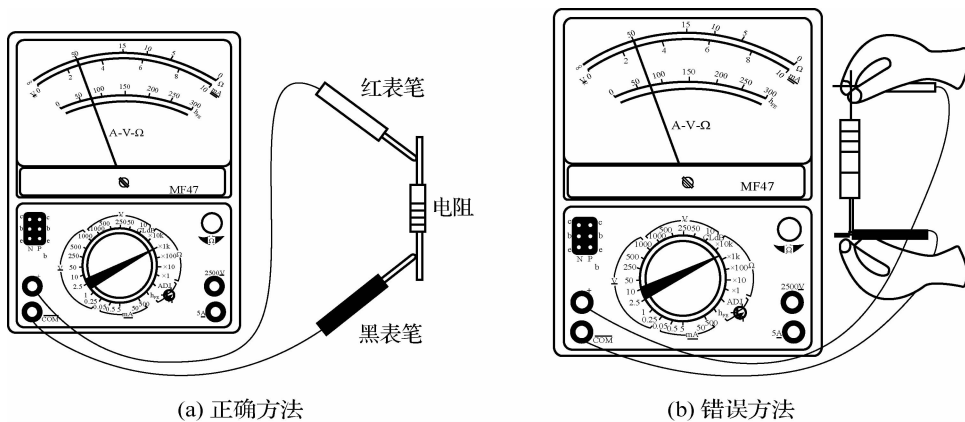

图 1-10 指针式万用表测量电阻的方法
(1)指针式万用表测量电阻的方法如图 1-10(a)所示。测量步骤如下:
- ①使被测电阻所在支路呈开路状态。
- ②先把量程转换开关旋到电阻挡“ Ω ”范围内,再选择适当的电阻倍率挡。
- ③将两表笔短接调零,看表头指针是否指在零刻度上,若不指零,转动电阻挡调零旋钮至表头指针指零。
④将表笔分别与被测电阻两端相连,指针将偏转一个角度,指针在刻度尺的 $1/3 \sim 2/3$ 范围内时读数比较精准,否则,应变换倍率挡,使指针指在该范围内。注意每次变换倍率后,都须重新调零。
⑤读出测量值,电阻值=指针读数 \times 倍率。
测量小常识: 如图 1-10(b)所示,测电阻时,不要用手触碰被测电阻两端或两支表笔的金属部分,以免人体电阻与被测电阻并联,使测量结果不准确;若无法调至零位,说明表内电池电压已不足,应更换新电池,其中 $\times 1 \sim \times 1k$ 应更换 1.5 V 电池, $\times 10k$ 应更换 9 V 叠层电池;不能带电测量电阻,因为测电阻时,由万用表内部电池供电,如果带电测量相当于接入一个外加电源,可能损坏表头。